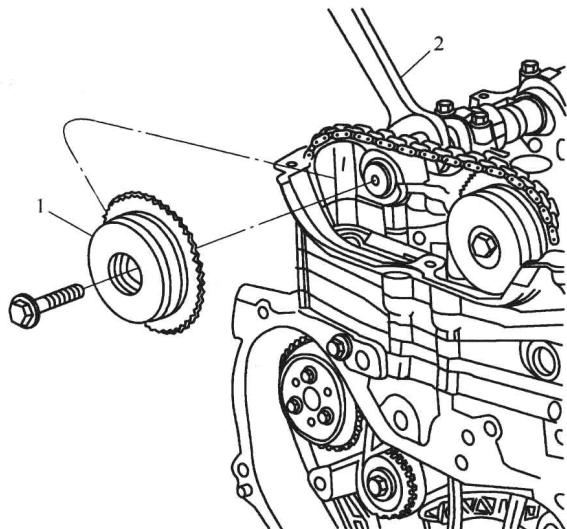

图 1-4 拆下排气凸轮执行器
- (5) 安装 EN-48953 锁止工具到气缸盖并紧固至  $10N \cdot m$ 。如果进气凸轮轴执行器是独立于凸轮移动且不会锁止，逆时针转动进气凸轮轴且工具将会支撑执行器，锁止执行器到凸轮轴。
- (6) 松开进气凸轮轴执行器螺栓。
- (7) 松开排气凸轮轴执行器螺栓。
- (8) 拆下 EN-48953 锁止工具。
- (9) 定位排气凸轮轴的六角头部位并用扳手保持，如图 1-4 所示。